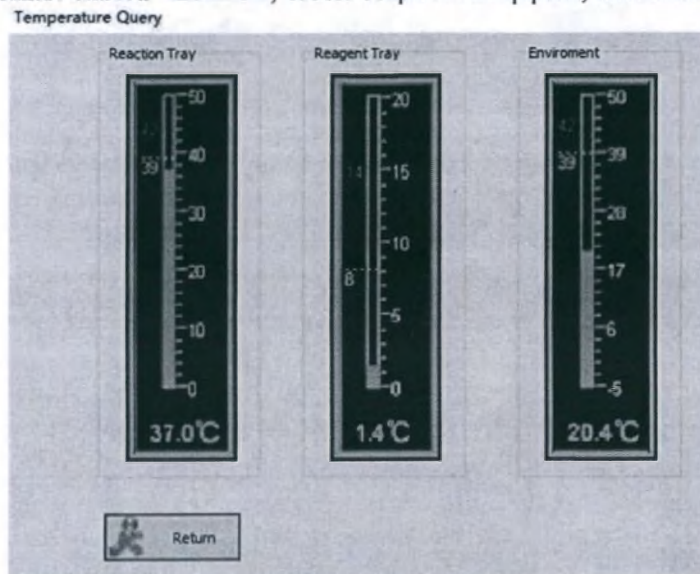

Рисунок 93 – Интерфейс проверки температуры
1) В окне главного меню выберите **Maintenance** (Техническое обслуживание) → **Temperature check** (Проверка температуры) или сразу щелкните значок  (Temperature Query), чтобы открыть интерфейс, как показано на рис.93.